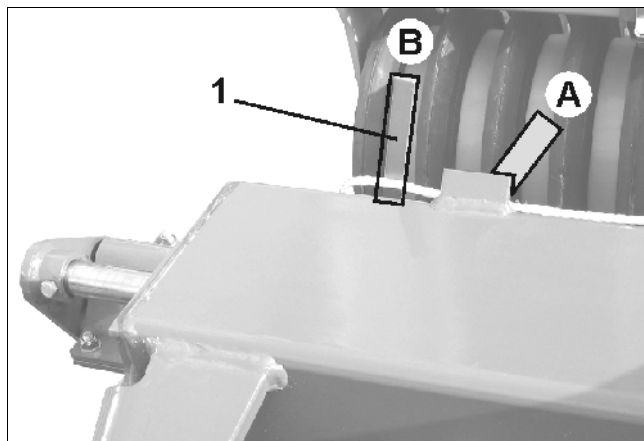

Рис. 13
- На поле проедьте с орудием немного вперед, пока ряды дисков не заблокируются в транспортном положении! (Рис. 13 – Заблокированное положение).
Заблокированное положение заднего ряда дисков: Указатель (Рис. 13) в поз. А.